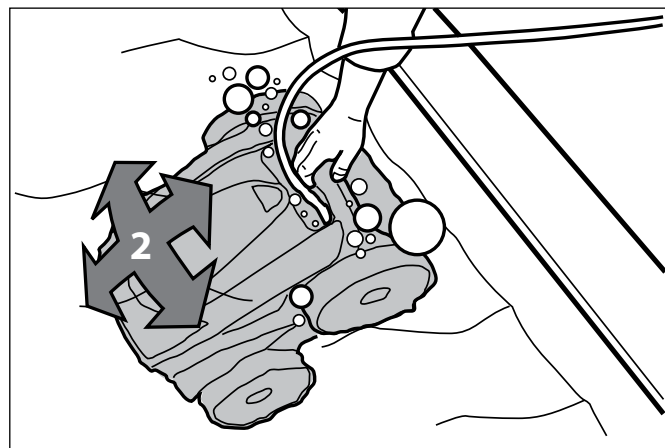

Figure 16. Robot nettoyeur descendant au fond de la piscine
2. S'assurer que le nettoyeur descende jusqu'au fond de la piscine et ne flotte pas (Figure 16).